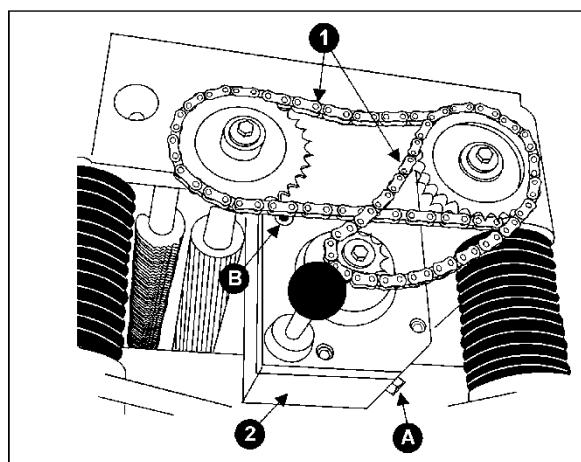

Рис. 29
1. Открутить сливную пробку (A, см. Рис. 29) с помощью гаечного ключа на 14 мм и снять крышку заливной горловины (B, см. Рис. 29). Слить отработанное масло.
2. Затянуть сливную пробку (A, см. Рис. 29).
3. Залить через отверстие новое масло (B, см. Рис. 29).
4. Затянуть крышку заливной горловины (B, см. Рис. 29).